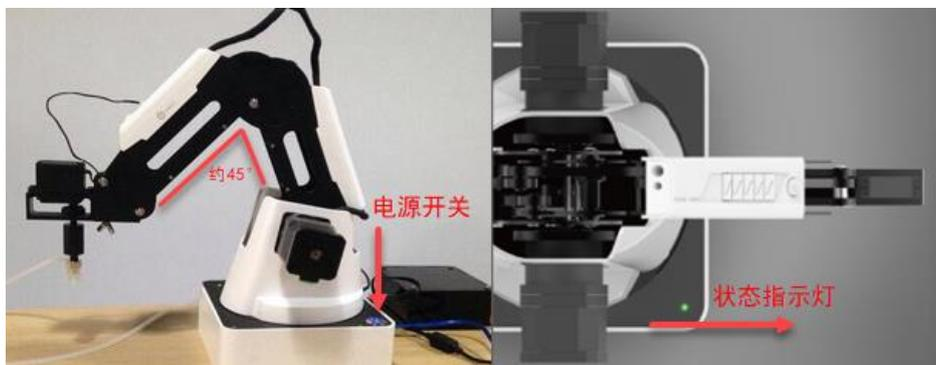

图 2.11 大小臂位置示意图
- 开机：**用手将 Dobot Magician 大小臂摆放至成约 45° 的位置，然后按下电源开关（如图 2.11 所示），此时所有电机锁定。等待约 7 秒后听到一声短响，且机械臂的右下方的状态指示灯由黄色变为绿色，说明正常开机。